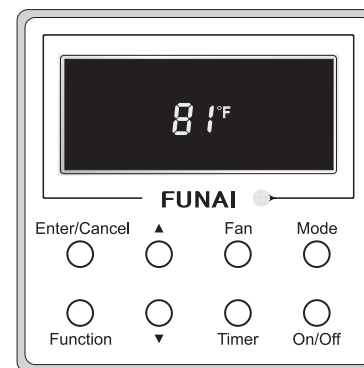

Рис. 4. Состояние «Выкл»
**ПРИМЕЧАНИЕ:** на рис.4 изображено состояние дисплея после выключения устройства.